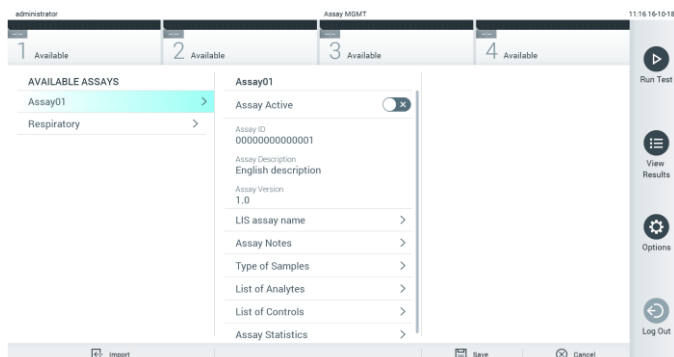

Figura 55. Tela Assay Management (Gerenciamento de ensaios).
2. Para importar o(s) novo(s) ensaio(s) para o QIAstat-Dx Analyzer 1.0, pressione o botão Options (Opções) e, em seguida, o botão Assay Management (Gerenciamento de ensaios). A tela Assay Management (Gerenciamento de ensaios) é exibida na área de conteúdo da tela (Figura 55).